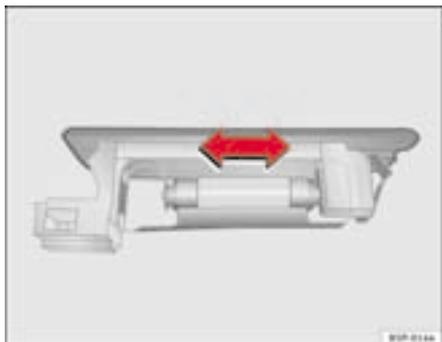

Fig. 164 Luce bagagliaio
- Premere lateralmente la lampada ed estrarla dalla sede ⇒ fig. 164. ■